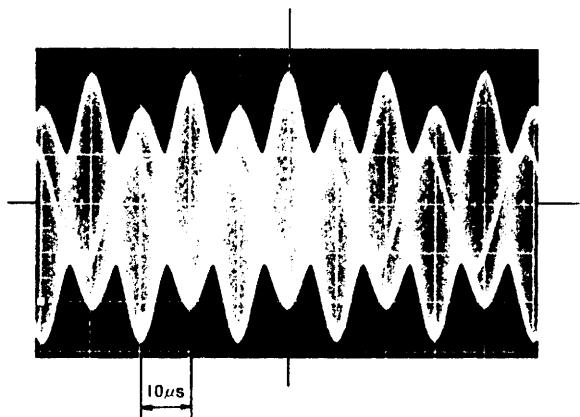
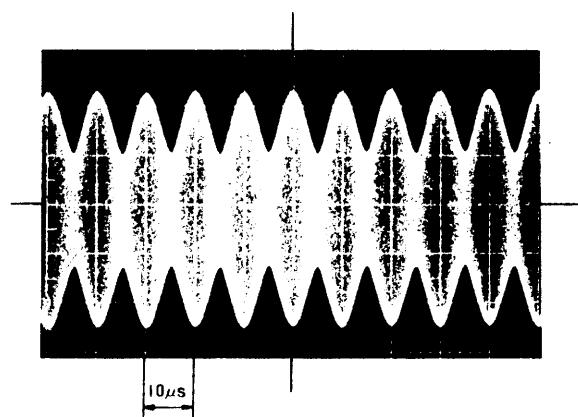

図6-2/Fig. 6-2
図6-3/Fig. 6-3
③GBALボリュームを右廻し(CW)いっぱいに廻し、スケールを移動させると図6-2に示すような波形が、観測されます。この時、DC1ボリュームを調整して図6-3に示すように、隣り合う山の高さを均一にします。
④GBALボリュームを左廻し(CCW)いっぱいに廻し、スケールを移動させると、上と同様に図6-2に示すような波形が観測されます。この時、DC2ボリュームを調整して図6-3に示すように、隣り合う山の高さを均一にします。
③Turn the GBAL trimmer fully clockwise. Move the scale to observe a waveform as shown in Fig. 6-2.
When doing this, adjust the DC1 trimmer so that adjacent peaks are of uniform height, as shown in Fig. 6-3.
④Set the GBAL trimmer to the fully counterclockwise position and move the scale to observe the waveform as shown in Fig. 6-2, as was done above.
When doing this, adjust the DC2 trimmer so that adjacent peaks are of uniform height, as shown in Fig. 6-3.